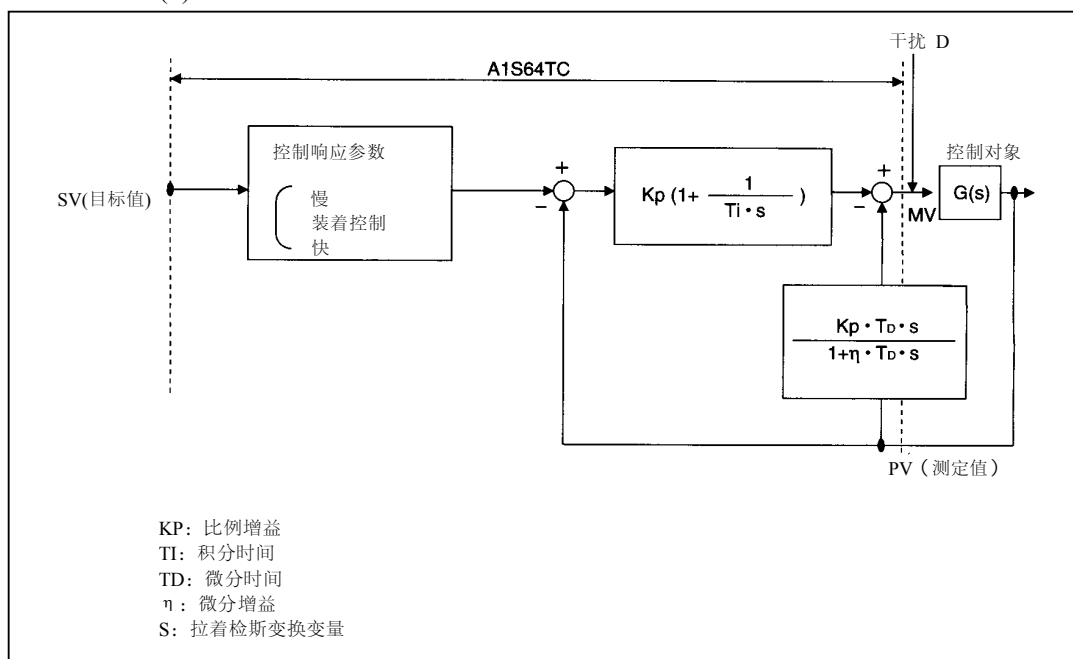

图. 1.6 测量量不完全微分的 PID 控制算法
(1) 测量量不完全微分的 PID 控制算法如图 1.6 所示。